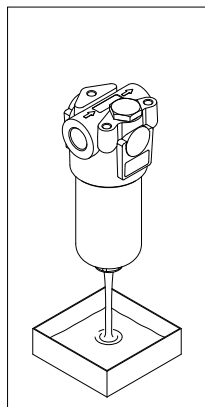

fig. 12
- (Fig. 12) Drenare il fluido di lavoro dal fondo del contenitore al recipiente di raccolta